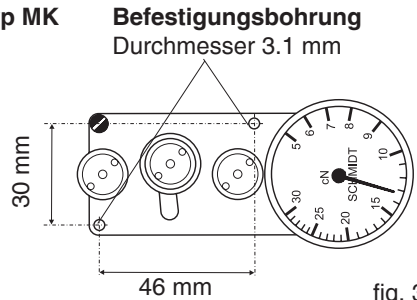

fig. 3.2
- Das Messgut, wie in fig. 3.2 dargestellt, vorsichtig zwischen die Messrolle und den Führungsrollen einfädeln.